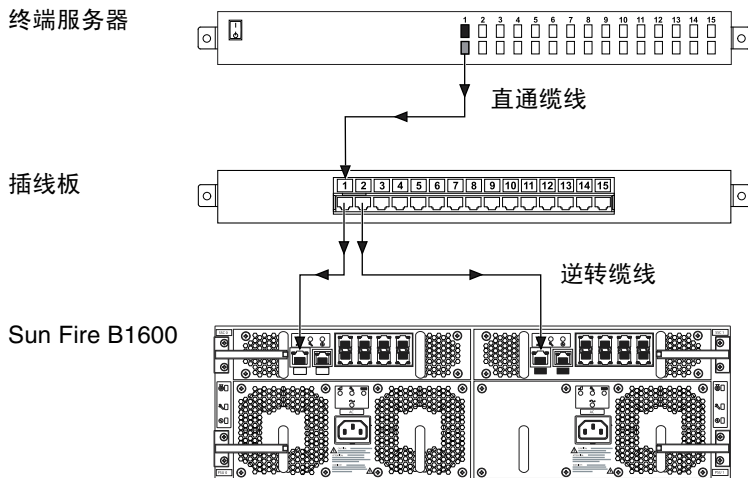

图 6-2 插线板与终端服务器的连接
- 将一根逆转缆线连接到插线板上并使用直通插接软线将插线板连接到 Sun Fire B1600 刀片式系统机箱上（请参阅图 6-2）。